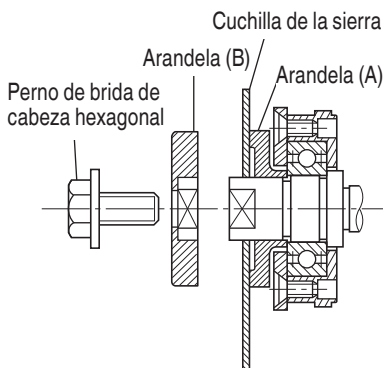

Fig. 14
- Montaje de la cuchilla de la sierra (Fig. 14)
- Para montar la cuchilla de la sierra, los lados c3ncavos de ambas arandelas, (A) y (B), debern colocarse en los lados de la cuchilla de la sierra. Monte la cuchilla de la sierra en el husillo y fije finalmente la arandela (B) (consulte la Fig. 14).